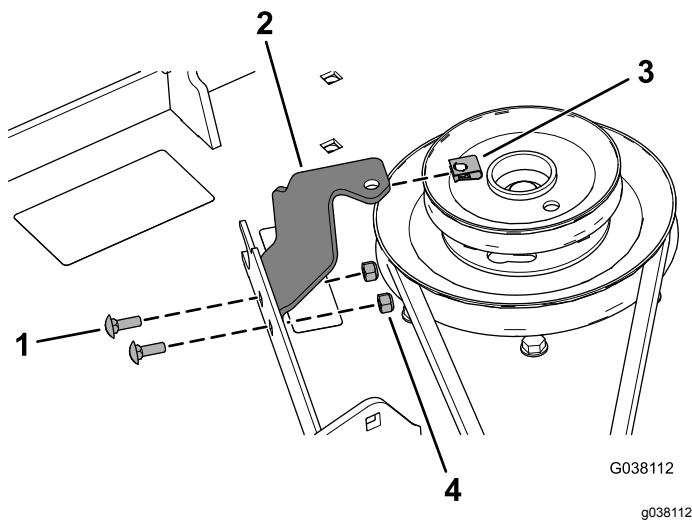

Bild 14
- Befestigen Sie die Halterung für die Riemenabdeckung mit zwei Schlossschrauben ($\frac{1}{4}'' \times \frac{3}{4}''$) und zwei Sicherungsmuttern ($\frac{1}{4}''$) am Mähwerk, wie in Bild 14 abgebildet.
- Bringen Sie die Blechmutter an der Halterung für die Riemenabdeckung an (Bild 14).